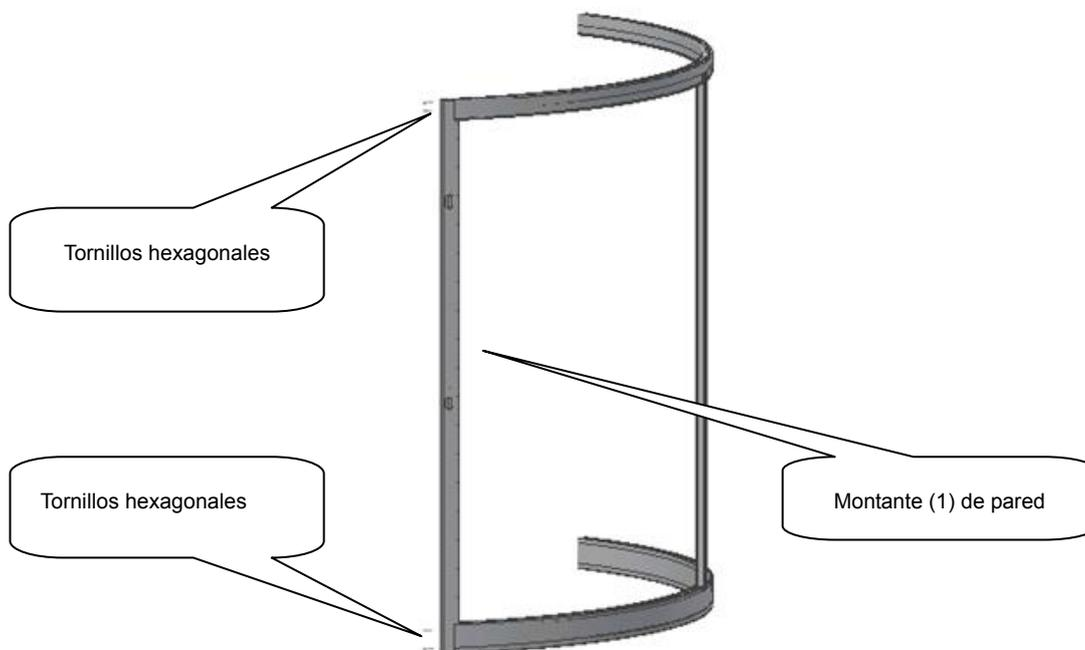
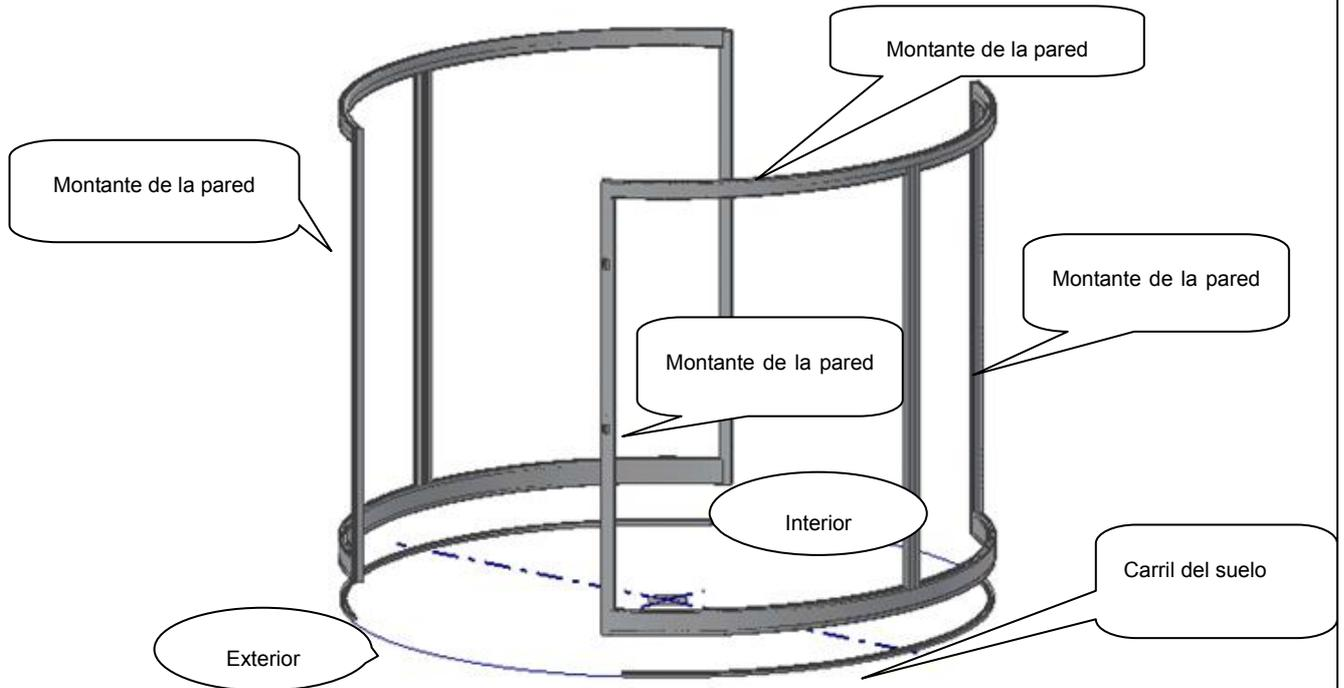

Figura 5-3
Figura 6-1
Instale el montante (1) de la pared lateral con cuatro tornillos hexagonales ST6.3X 38 con el extremo revestido con cola anaeróbica. Consulte la Figura 6-1 para diferenciar las cuatro partes del montante lateral. La ranura para el cristal del montante y la viga debe ser la misma. Consulte la Figura 5-3.
Coloque los segmentos montados de las paredes laterales en el carril del suelo. Consulte la Figura 6-1.